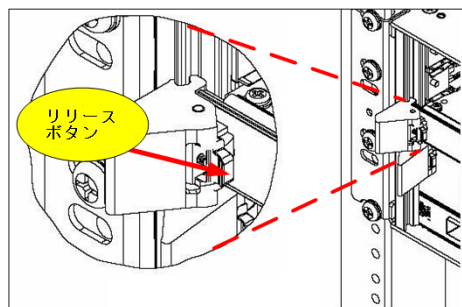

図 1-8 ロックラッチがオープンな状態(下のモジュールはロックしています)
5. ロックラッチと前面パネルを持ち、ロックラッチがロックレールを噛み込むまでスロットにゆっくり押し込んでください。図 1-8 を参照してください。